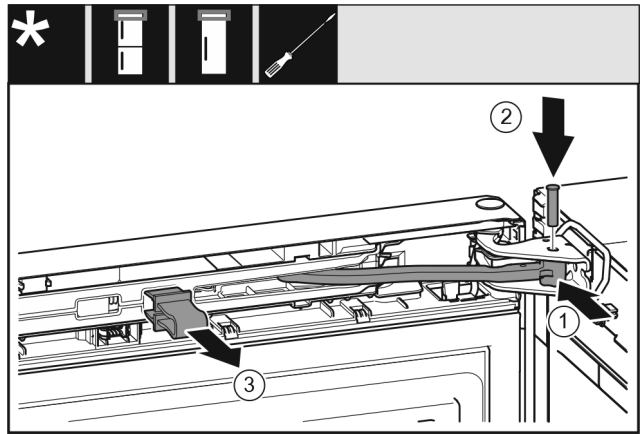

Fig. 21
- ▶ Scharnier in lagerbus draaien. Fig. 21 (1)
- ▶ Bout in de lagerbus en het scharnier aanbrengen. Opletten dat hierbij de vergrendelnok correct in de greef zit. Fig. 21 (2)
- ▶ Borging verwijderen. Fig. 21 (3)